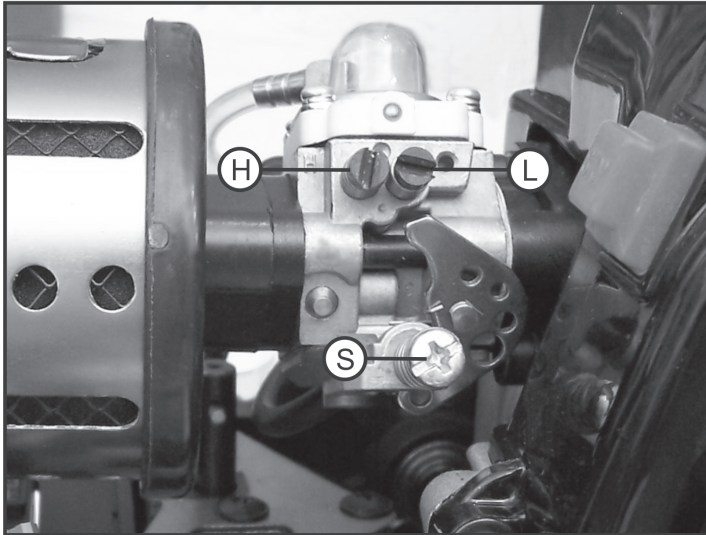

Bild 18
- Das Bremsgestänge (3) darf hierbei noch nicht auf die Bremshebel (4) und somit auf die Bremse einwirken.
- Wird am Sender die Bremsfunktion betätigt, bewegt sich das Ruderhorn in Richtung der Pfeile. Das Gasgestänge wird durch die eingebaute Feder noch stärker Richtung mechanischen Anschlag am Vergaser (siehe auch Bild 18) gezogen. Hierbei darf sich die Drehzahl des Motors nicht verringern. Ist dies der Fall, muss der vordere Stellring justiert werden (Richtung Vergaser schieben).
- Gleichzeitig wird der Bremshebel (4) bewegt und hierdurch die Bremse betätigt. Bremsbeläge unterliegen einem Verschleiß. Nach einer gewissen Betriebsdauer lässt je nach Fahrweise die Bremswirkung nach. Mit der Einstellschraube (5) können Sie das Gestänge entsprechend so verstellen, dass sich wieder die gewohnte Bremswirkung einstellt.